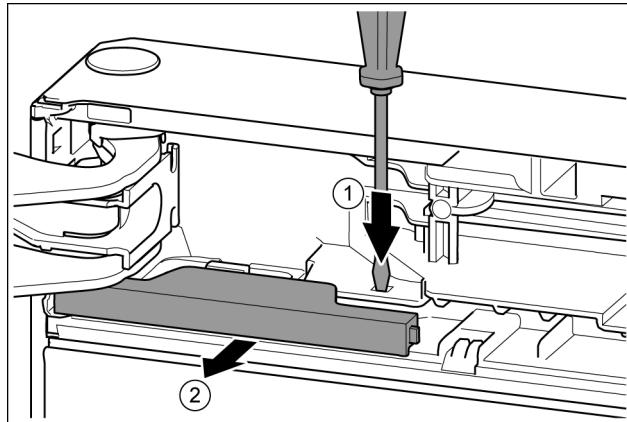

Fig. 11
- ▶ 用带槽螺丝刀按住接片。Fig. 11 (1)
- ▶ 将盖板从闭锁中拉出。Fig. 11 (2)